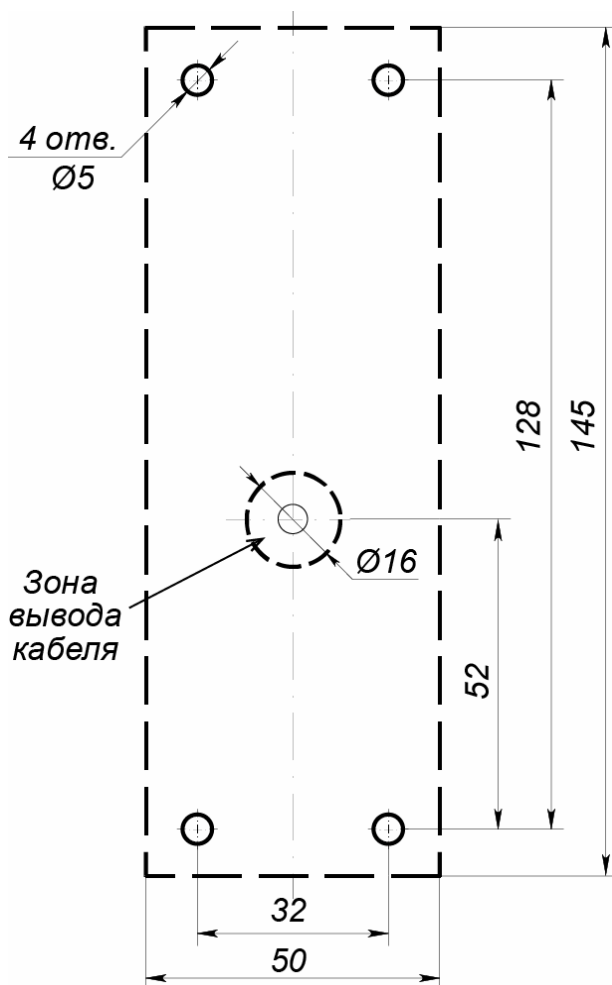

Рисунок 1. Схема разметки отверстий для установки считывателя (пунктиром показаны габариты корпуса считывателя)
2. Произведите разметку и разделку отверстий на установочной поверхности для крепления металлического основания и проводки кабеля от считывателя. Схема разметки указана на рис. 1.